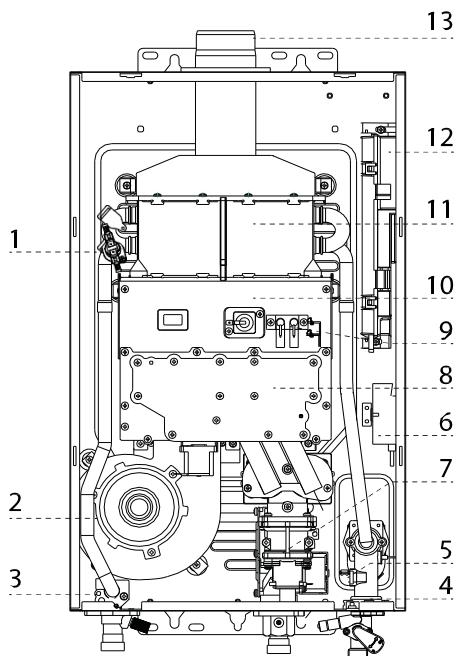

Fig. 6
- Conecte el manómetro a la toma de presión de la válvula de gas (ver Fig. 6, elemento 7).